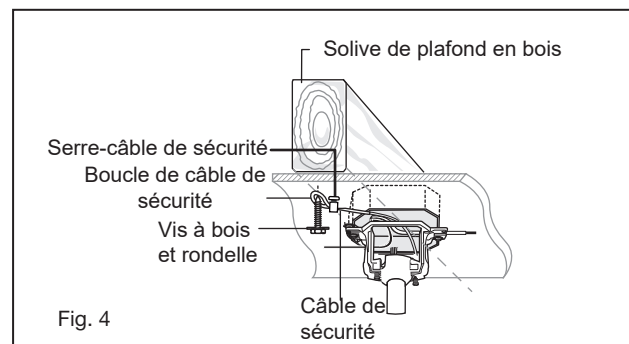

Fig. 4
- 4 **REMARQUE:** La languette opposée à l'ouverture du support de suspension doit s'insérer dans la fente de la bille. (Fig. 4)
- 2 Connectez les fils noirs du commutateur dans le berceau A aux fils noirs dans le boîtier de commutation. Fil d'entrée chaud vers l'un des fils du commutateur du socle. Le fil d'alimentation du ventilateur est connecté au fil de l'interrupteur restant. (Fig. 4)